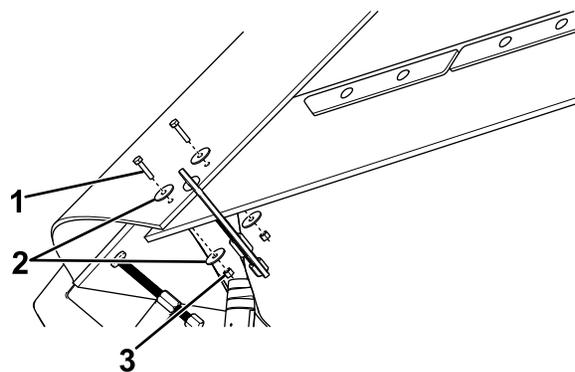

Figure 7
8. Percez un trou de 9,5 mm (3/8 po) dans la bande et fixez les 2 parties ensemble avec un boulon (1/4 po), 2 rondelles protectrices et un contre-écrou en nylon (1/4 po), comme montré à la Figure 7.
10. Fixez les 2 parties ensemble avec un boulon (1/4 po), 2 rondelles protectrices et un contre-écrou en nylon (1/4 po), comme montré à la Figure 7.